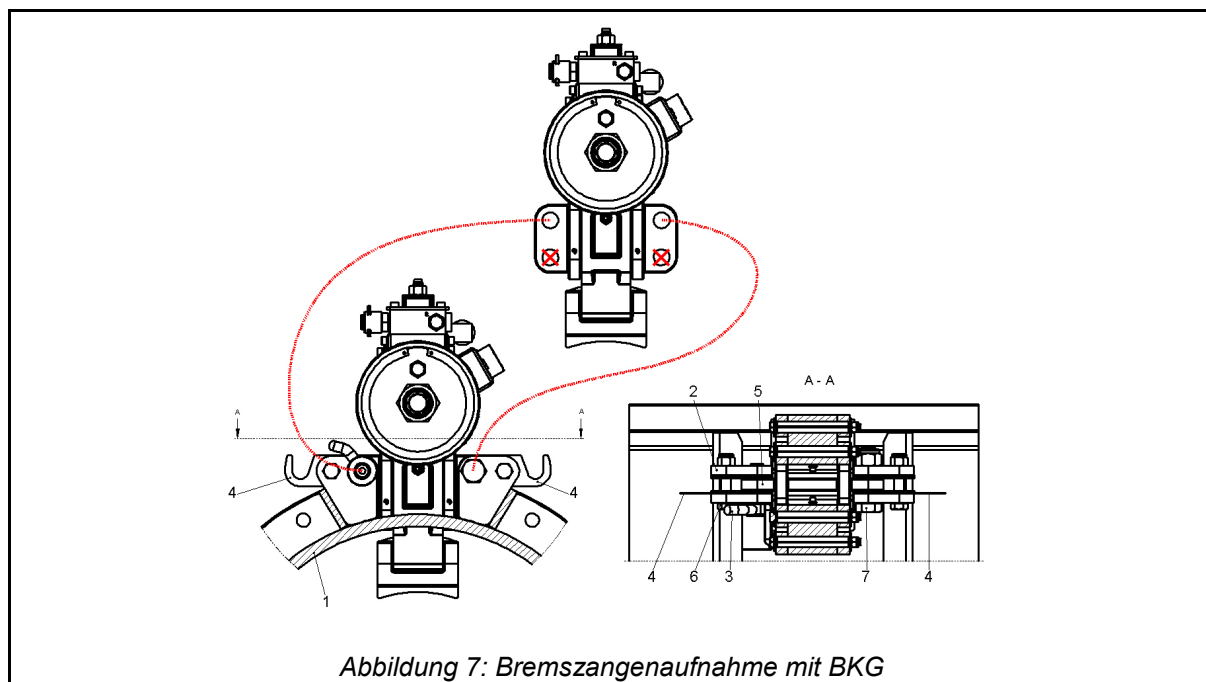

Abbildung 7: Bremszangenaufnahme mit BKG
(siehe Abb. 7)
Durch Beaufschlagung des tz-Bremskraftgebers mit Betriebsmedium (Mindestdruck 55 bar / Maximaldruck 100 bar) wird die Bremszange geöffnet. Bremsbacken parallel zum Zangenarm drehen – gegebenenfalls mit leichten Hammerschlägen ausrichten und den tz-Bremskraftgeber in die vorgesehene Halterung (Pos. 2, Abb. 7) der tz-Kupplungs-Bremshaube über die Brems Scheibe einsetzen.
**Haube mit Bajonettverschlüssen** (siehe Abb. 7, linke Hälfte):
Schieberiegel (Pos. 3, Abb. 7) der Bajonettverschlüsse einschieben.
**Haube mit Schraubenbefestigung** (siehe Abb. 7, rechte Hälfte):
Schrauben M24x90 (Pos. 7, Abb. 7) unverspannt vormontieren.
Für das Ausrichten der Bremszange zur Brems Scheibe wird der tz-Bremskraftgeber an der Handbetätigung entlüftet (Bremszange schließt). Hierdurch richtet sich der tz-Bremskraftgeber mittig zur Brems Scheibe aus. Den tz-Bremskraftgeber ein- bis zweimal lüften und schließen. Der Kugelhahn wird bei geschlossener Bremse ebenfalls geschlossen. Die Markierung am Vierkant muss dann quer zur Längsachse des Kugelhahns stehen. Nun die Bremse mehrere Male lüften und schließen. Anschließend Distanzbleche (Pos. 4, Abb. 7) zwischen die Halteplatte (Pos. 5, Abb. 7) des tz-Bremskraftgebers und den Bremszangenahmen (Pos. 2, Abb. 7) einsetzen (je nach Ausrichtung können links und rechts unterschiedliche Stückzahlen notwendig sein).
Nach dem Ausrichtungsvorgang Bremszange durch Anziehen der Schrauben M16 (Pos. 6, Abb. 7 - SW24) fertig montieren.
Bei Hauben mit Schraubenverbindung müssen die Schrauben M16 (Pos. 6, Abb. 7 - SW24) und die Schrauben M24 (Pos. 7, Abb. 7 - SW36) fest angezogen werden (siehe Abb. 7, rechte Hälfte).